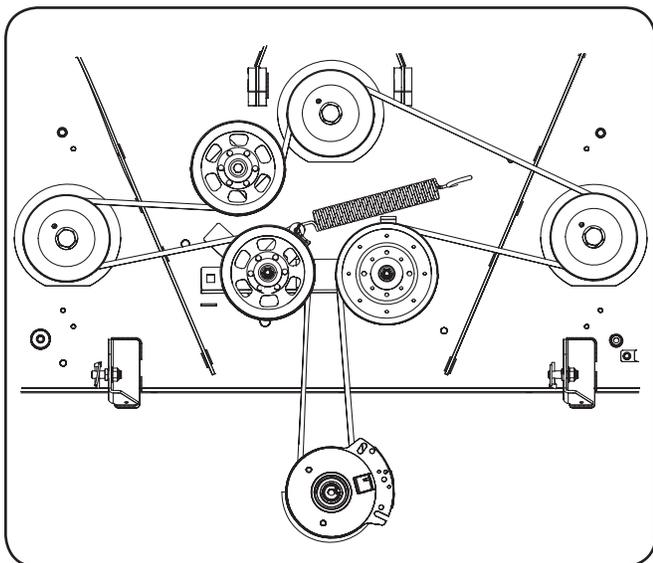

Figure 7-9
6. Placez la courroie autour des poulies de tension retirées à l'étape 3 avec le côté en « V » vers le bas. Après avoir installé la courroie, installez la quincaillerie et serrez l'écrou autobloquant afin de fixer l'assemblage. Voir Figure 7-9.
7. Placez la courroie comme indiqué à la Figure 7-9, puis réinstallez le plateau de coupe (voir la section Installation du plateau de coupe à la page 30).